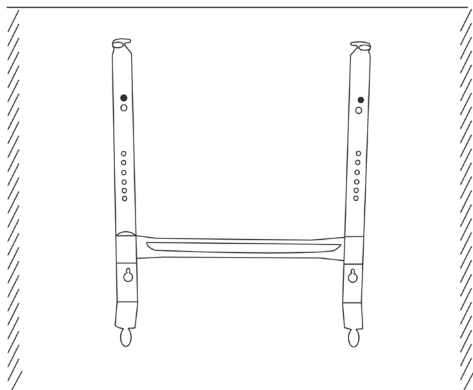

Figura 5
- Coloque el soporte en la muralla y luego fíjelo. (Figura 5)
- Sosteniendo el convector con las manos asegure los tirantes flexibles (Figura 5) que se encuentran en el soporte a los agujeros rectangulares que se encuentran en el convector.